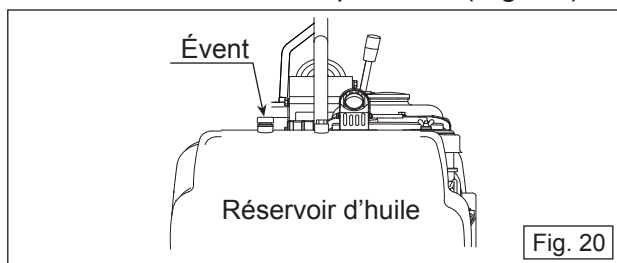

Fig. 20
- Le réservoir d'huile est équipé d'un évent. Il est également livré avec un couvercle de protection destiné à empêcher l'introduction d'eau dans le réservoir. Veillez à ce que le couvercle ne tombe pas pendant le nettoyage avec une laveuse à haute pression (Fig. 20).